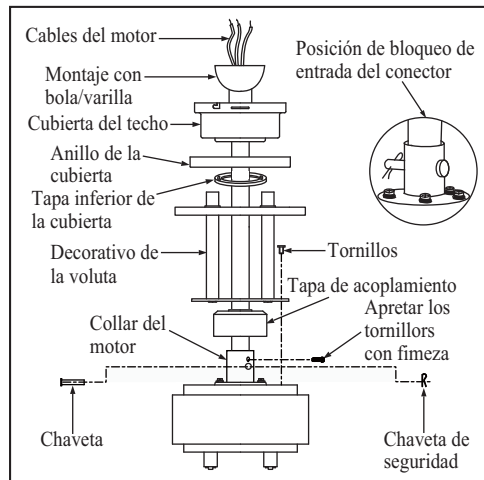

Figura 7
3. Guíe los cables que salen de la parte superior del motor del ventilador a través del tapa de acoplamiento, decorativo de la voluta, tapa inferior de la cubierta, anillo de la cubierta, cubierta del techo y luego a través del montaje de bola/varilla. (Figura. 7)
6. Apriete bien los dos tornillos de la parte superior del motor del ventilador. **Attacning the decorative scroll to the motor housing using the screws provided.** (Figura 7)